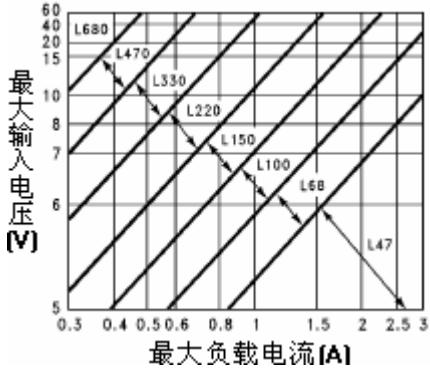

图 4.HYM2576(HV)-3.3
- A. 参见图 4, 5, 6, 7 中选择正确的电感值 (其中的输出电压分别是 3.3V,5.0V,12V,15V)。对于其他的输出电压值, 可以参考可调电压输出版本设计。
- C. 从电感号来确定电感值, 然后从图 4 中选择一个合适的电感。这里列出了四个厂家的电感元件的型号。